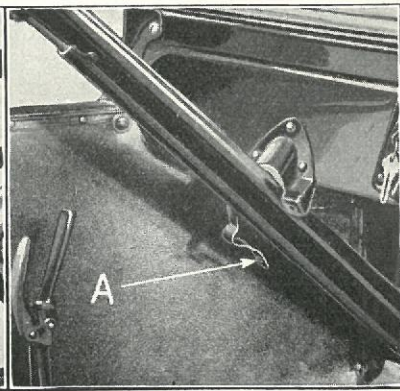

Fig. 15
- (f) Udtag den ene af Boltene i Ratstammens Overfald, løs den anden og sving Overfaldet til Side (se Fig. 15-A).